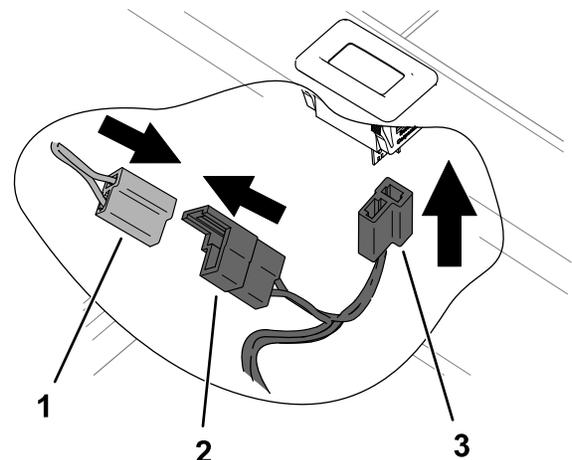

Figure 9
3. Branchez le connecteur de sortie du compteur horaire du faisceau du kit sur le connecteur correspondant du faisceau de la machine (Figure 9).